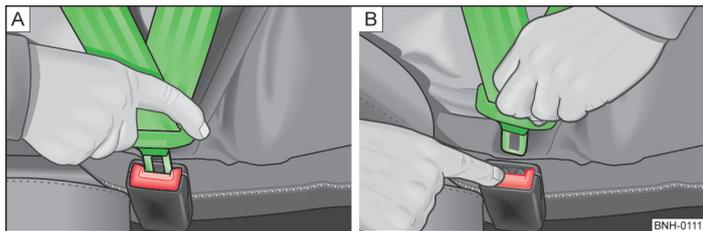

Abb. 155 Sicherheitsgurt anlegen / ablegen
- Die Schlosszunge in das zum Sitz gehörende Gurtschloss stecken, bis diese hörbar einrastet » Abb. 155 - [A].
- Die rote Taste im Gurtschloss » Abb. 155 - [B] drücken, die Schlosszunge springt heraus.